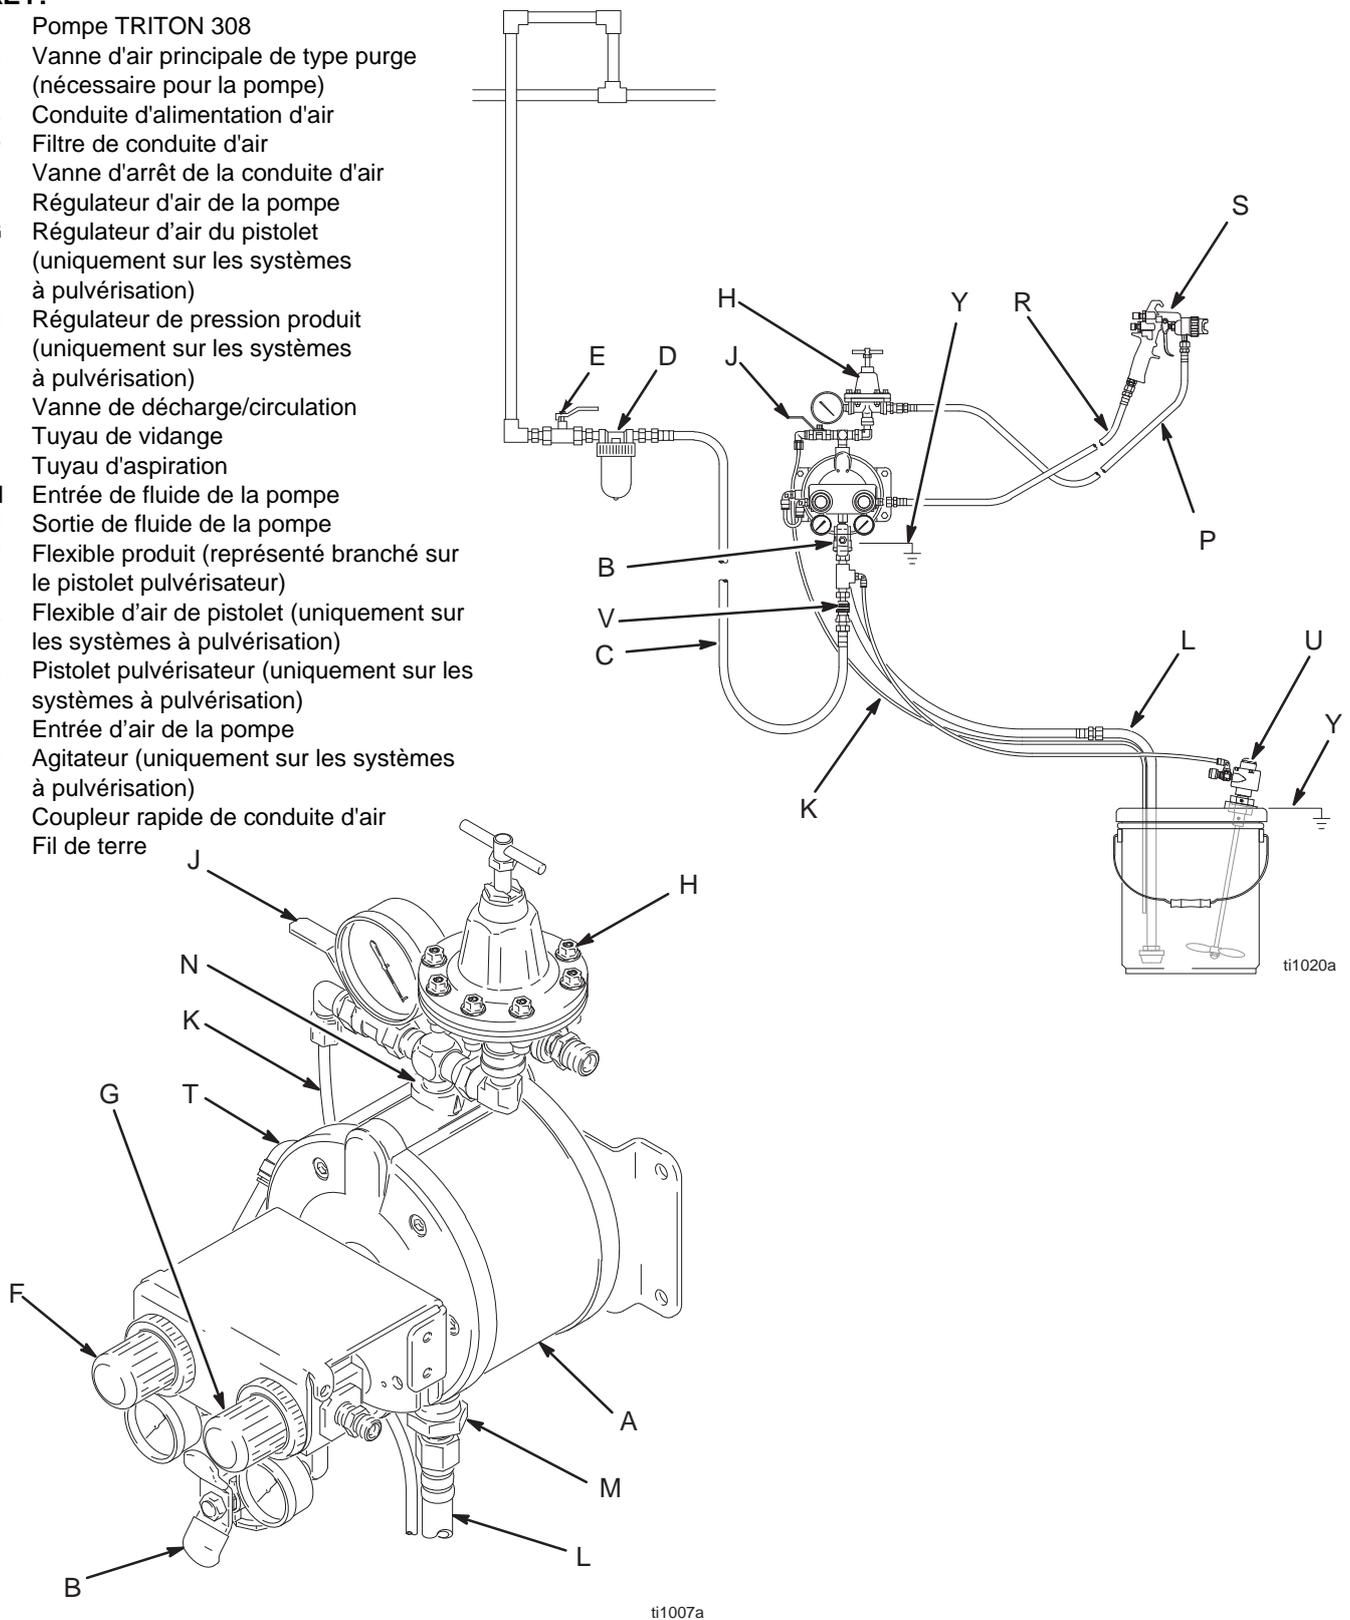

FIG. 2
- La Fig. 2 présente un pulvérisateur HVLP à montage mural. Il s'agit là d'un simple guide pour vous aider à choisir et monter les éléments du système. Contactez le distributeur Graco pour obtenir une assistance lors de la conception d'un système répondant à vos besoins.
Une vanne d'air principale de type purge (B) doit être montée sur votre système pour décharger l'air prisonnier entre cette vanne et la pompe. Consultez la FIG. 2. Cet air prisonnier peut provoquer un fonctionnement inattendu de la pompe et provoquer ainsi des blessures graves, y compris des projections dans les yeux ou sur la peau, des blessures dues à des pièces en mouvement ou une intoxication avec des produits dangereux.
1. Installez les accessoires de la conduite d'air comme indiqué dans la FIG. 2. Fixez ces accessoires au mur ou sur un support. Assurez-vous que la conduite d'air qui alimente les accessoires est électro-conductrice.
- a. La régulation de la pression du produit peut se faire de deux manières, soit en régulant l'arrivée d'air à la pompe à l'aide du régulateur d'air (F) soit en régulant la sortie du produit à l'aide du régulateur de produit (H).
3. Installez un flexible d'air conducteur (C) entre les organes et l'entrée d'air de la pompe (T). Utilisez un flexible d'air de 1/4" (6,3 mm) minimum de diamètre intérieur. Vissez un raccord rapide (V) pour conduite d'air sur l'extrémité du flexible d'air et visser la partie en regard sans serrer sur l'entrée d'air de la pompe. Ne branchez pas encore le raccord.
- a. Placer la vanne d'air principale de type purgeur (B) près de la pompe pour libérer l'air emprisonné. Consultez l'**AVERTISSEMENT** à gauche. Placez une autre vanne d'air principale (E) en amont de tous les accessoires de la conduite d'air pour isoler ces derniers pendant les opérations de nettoyage et de réparation.
- c. Montez un filtre à air (D) sur la tuyauterie d'alimentation d'air comprimé pour éliminer les impuretés néfastes, comme les impuretés, l'humidité et l'huile.
Une vanne de vidange de fluide (J) est nécessaire dans votre système pour relâcher la pression dans le flexible si ce dernier est bouché. Consultez la FIG. 2. La vanne de purge réduit le risque de blessure grave, y compris par projection dans les yeux ou sur la peau, ou par intoxication avec des produits dangereux, lors de la décompression. Installez la vanne à proximité de la sortie de fluide de la pompe. Pour utiliser la vanne comme une vanne de circulation, branchez le tuyau (K) entre la vanne et le seau.